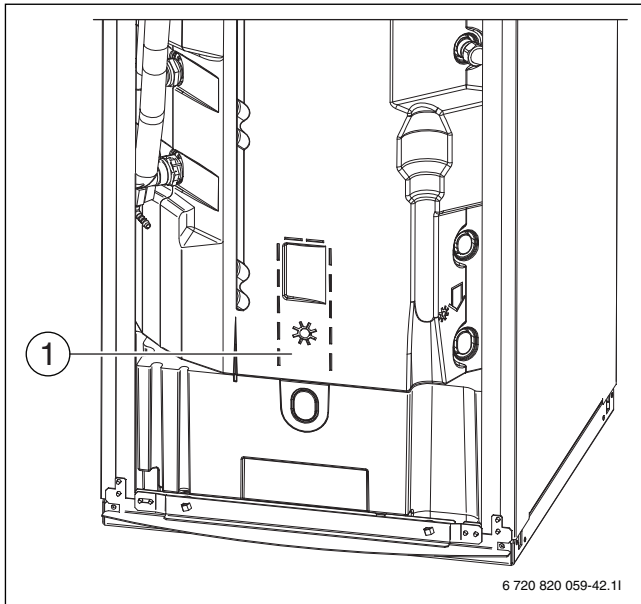

Fig. 19 Ubicación de sondas de temperatura TW1 y, en caso dado TS2
- Cortar el aislamiento en el símbolo solar (→ fig. 19, [1]). Tener en cuenta que el cable del sensor de temperatura TW1 no se dañe.